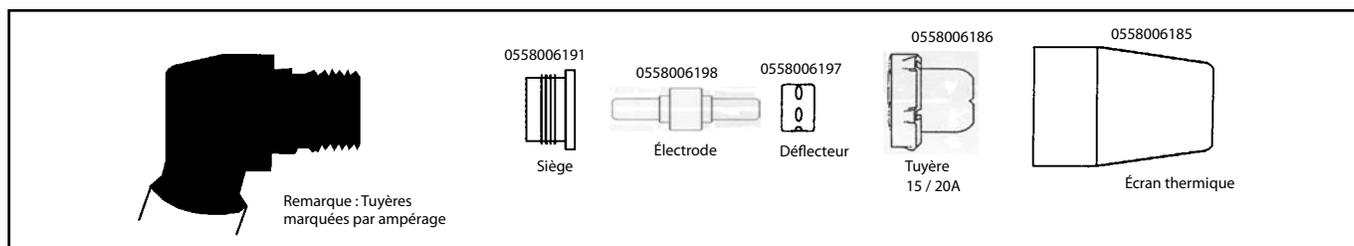

Figure 2-6 Assemblage des consommables de « XT »
3. Arrêter toute utilisation si l'extrémité de l'électrode devient inférieure à 16 mm [5/8 po] comme l'illustre la figure 2-6 ci-dessous.